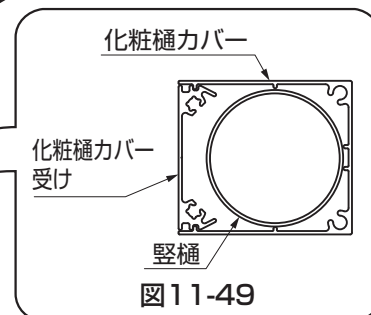

図11-49
- ① 92°エルボに加工した豎樋を取付けてください。
- ② 加工した化粧樋カバーを化粧樋カバー受けにはめ込んでください。（図11-49参照）